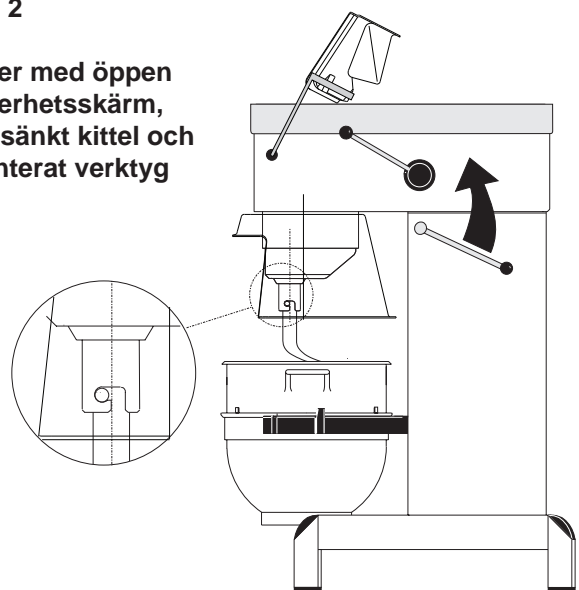

Fig. 3
- A) Säkerhetsskärmen öppnas och kitteln placeras i kittelarmarna. **OBS:** Kittelarmarna ska vara i lägsta möjliga läge och kitteln skall vara helt inskjuten i kittelarmarna (**fig.2** og **fig.3**). Kittelringens "mittenöra" är vänt inåt, mot maskinen (**fig. 2**)